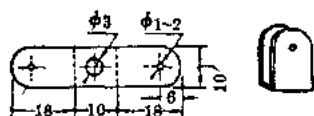

图 1-6
12. 折叠支架。用铝片、铁片或有机玻璃按图1-6制作。用螺丝固定在镜座上。